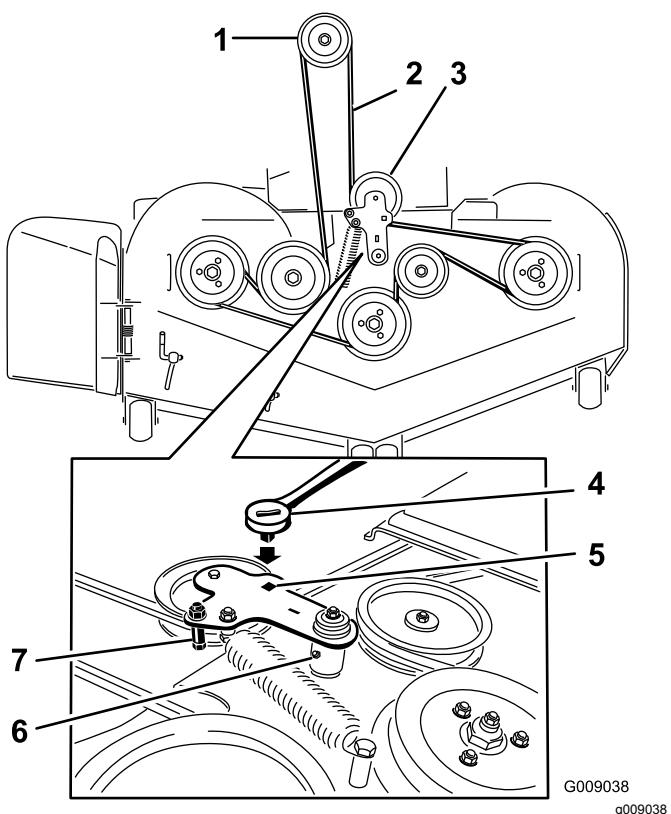

Figura 106
- Eleve o painel do chão e insira um roquete no furo quadrado na polia intermédia (Figura 106).
- Rode o centro polia no sentido contrário ao dos ponteiros do relógio e retire a correia do cortador (Figura 106).